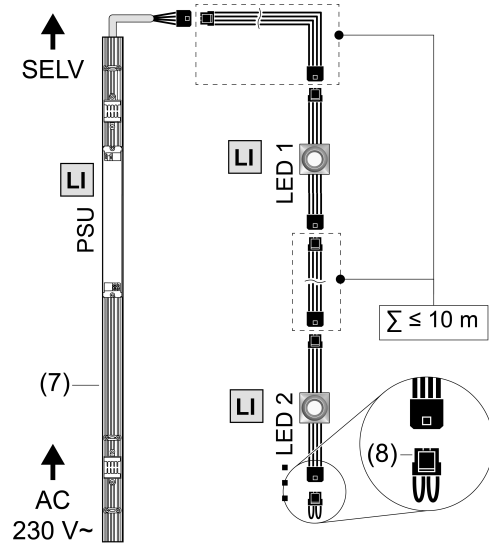

Bild 4: Anschlusskizze
- Zur Ermittlung der Anzahl Lichteinsätze pro Betriebsgerät Leistungsindex (LI) verwenden: $LI_{\min} \text{ (Betriebsgerät)} \leq LI \text{ (Lichteinsätze)} \leq LI_{\max} \text{ (Betriebsgerät)}$
- Lichteinsätze gemäß Anschlusskizze verketteten und mit einem geeigneten Betriebsgerät (7) verbinden (Bild 4).